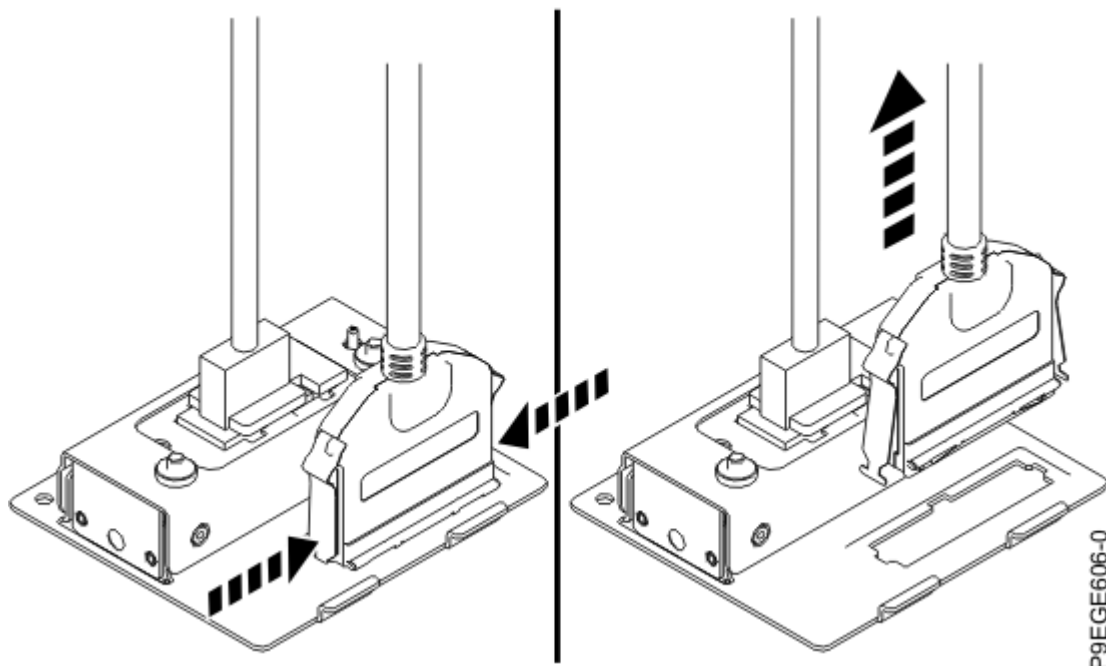

Figura 21. Extracción del cable USB frontal y del zócalo del receptáculo USB frontal
10. Presione los pestillos de liberación para desconectar el cable USB frontal del receptáculo de cables USB frontal, tal como se muestra en la Figura 21 en la página 23.